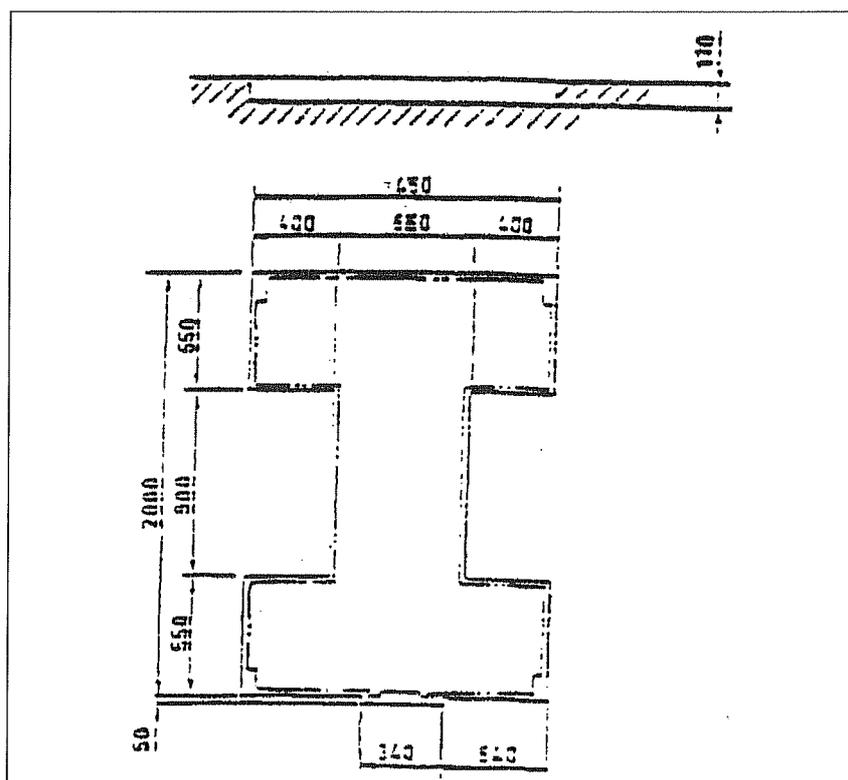

Рис. 7
- Для установки подъемной платформы с углублением в основании пола обратитесь к указанию размеров, приведенных на Рис.7.